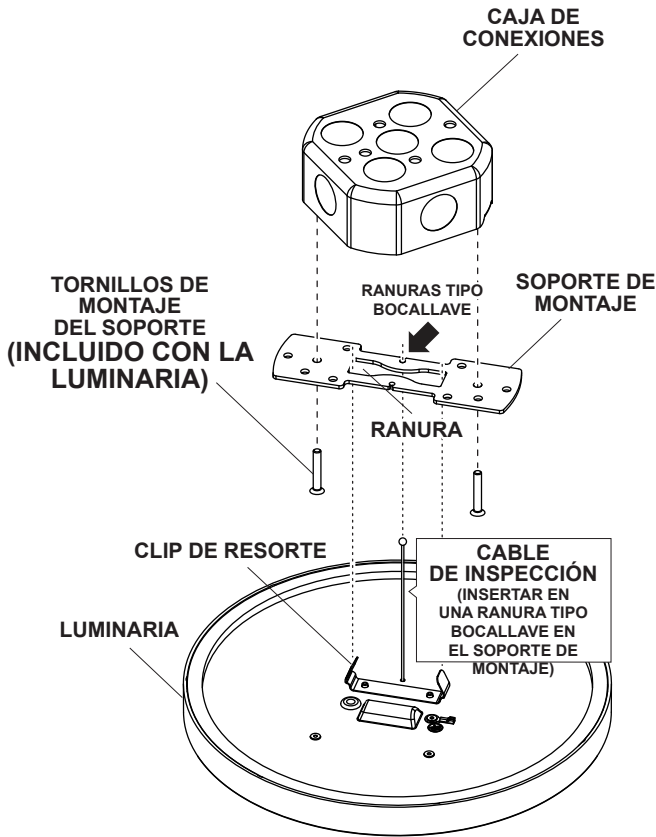

Fig. 2
- SI INSTALA LA LUMINARIA EN UNA CAJA DE CONEXIONES DE VENTILADOR DE TECHO REDONDA** (no incluida), instale el soporte de montaje en la caja de conexiones utilizando los tornillos de montaje del soporte (incluidos) (Ver Fig. 2).